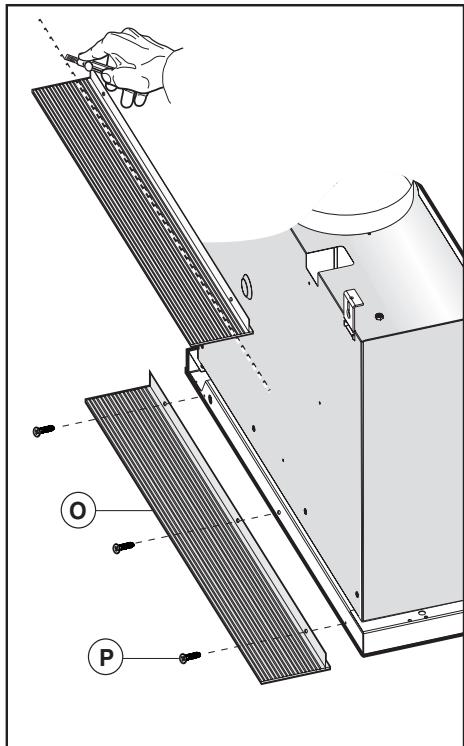

Fig.7
Questo prodotto può essere fornito anche con un distanziere in plastica **O** che va montato prima dell'installazione della cappa (fig.7).
Fissare il distanziere alla cappa con le viti **P** (fig.7). Per il corretto montaggio, allineare il frontale della cappa al pensile e decidere la distanza necessaria per chiudere l'eventuale spazio rimanente tra cappa e parete.
Una volta decisa la distanza prendere un taglierino e togliere il pezzo in plastica in eccesso (fig.7).
2. distanziere O (fig.7).